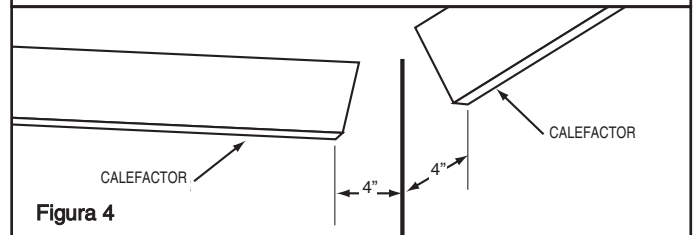

Figura 4
1. Los calefactores deben ubicarse de modo que los extremos de cada uno se encuentren a 102 mm (4") de la pared lateral. Vea la Figura 4.